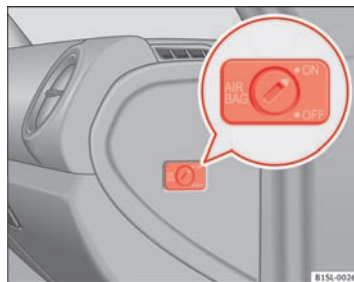

Fig. 49 I passagersiden: nøglekontakt til fra- og tilkobling af forsædepassagerens frontairbag
- Drej nøglekontakten til positionen **OFF** med bilnøglen ⇒ Fig. 49.
- Drej nøglekontakten til positionen **ON** med tændingsnøglen ⇒ Fig. 49.